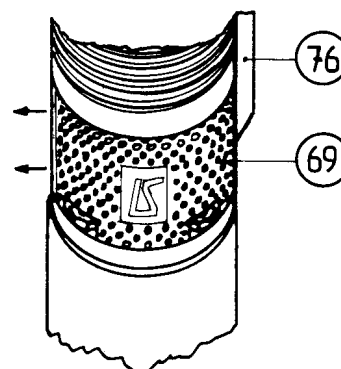

fig.7
- Déclipser la crèpe (69) avec un tournevis et retirer le protégé-câble (76) et la crèpe (69)(fig.7).